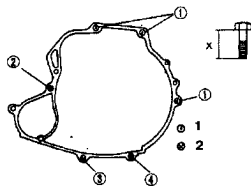

Рис. 6.4 Идентификация и расположение крепежных болтов механической коробки передач, а также требуемые моменты затяжки [См. Раздел 4]
Крепление картера сцепления к двигателю – См. Рис. 6.4
23. Крепежные болты двигателя и коробки передач различаются по длине и по моментам затяжки в зависимости от места установки и модели. См. Рис. 6.4.